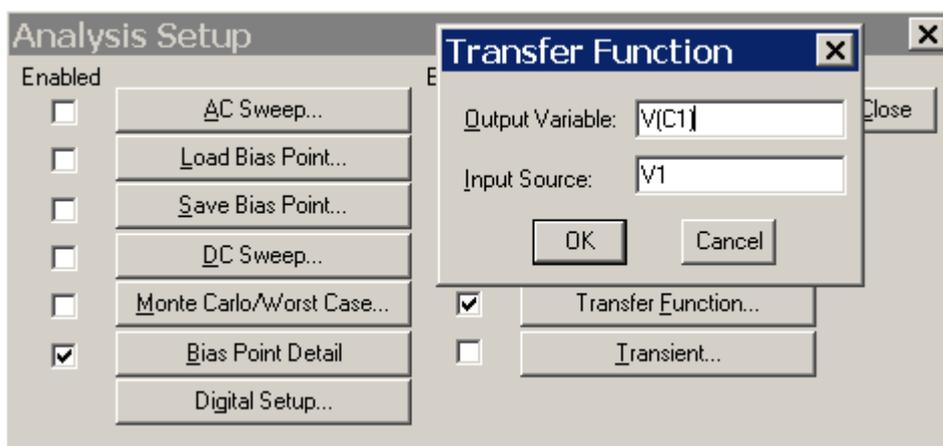

Рисунок 1.5 – Настройка параметров анализа для расчета малосигнальной передаточной функции в режиме по постоянному току
1.5.1 С помощью меню **Analysis > Setup** открыть окно **Transfer Function** (**рис. 1.5**). В поле **Input source** ввести имя входного источника. В поле **Output variable** ввести обозначение выходного параметра.